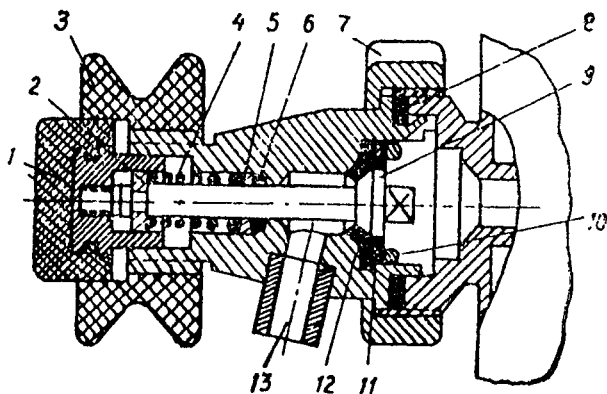

Рис. 7.5. Кран электрокипятильника:
- отверните накидную гайку 7 (рис. 7.5) и снимите кран;